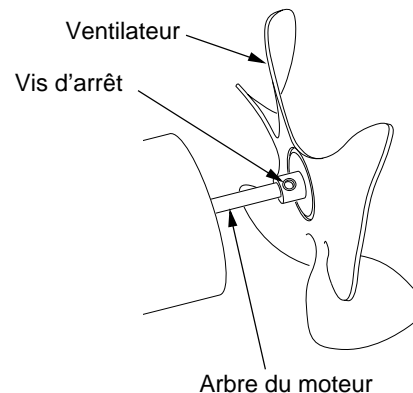

Figure 26 - Emplacement du ventilateur, de l'arbre du moteur et de la vis d'arrêt
- Replacer le ventilateur sur l'arbre du moteur. Placer le moyeu du ventilateur au ras de l'extrémité de l'arbre du moteur (voir figure 26).